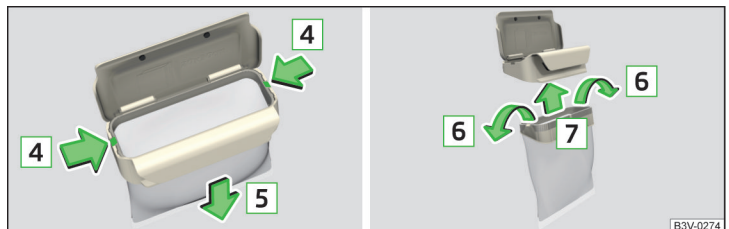

Abb. 97 Beutel ersetzen
- › Die beiden Rastnasen am Rahmen in Pfeilrichtung **4** » Abb. 97 abdrücken.